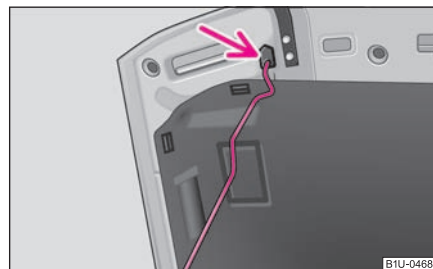

Fig. 144 Asigurarea capotei motorului cu tija de susținere
- Ridicați tija din suport și introduceți-o în orificiul prevăzut pentru aceasta ⇒ fig. 144.